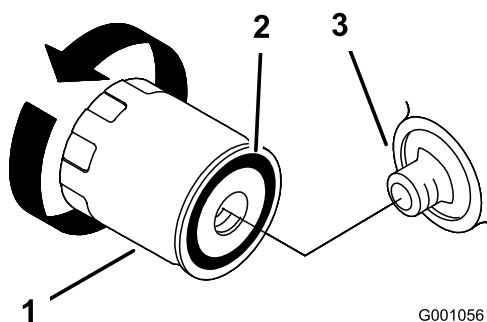

Figura 20
- Remova o filtro de óleo antigo e limpe a superfície de vedação do adaptador do filtro (Figura 20).
- Aplique uma fina camada de óleo para sistemas hidráulicos na junta de borracha do filtro de substituição (Figura 20).
- Instale um filtro de óleo de substituição no adaptador do filtro, rode o filtro de óleo no sentido horário até que o vedante de borracha entre em contacto com o adaptador do filtro, em seguida, aperte o filtro mais 2/3 a 1 volta (Figura 20).